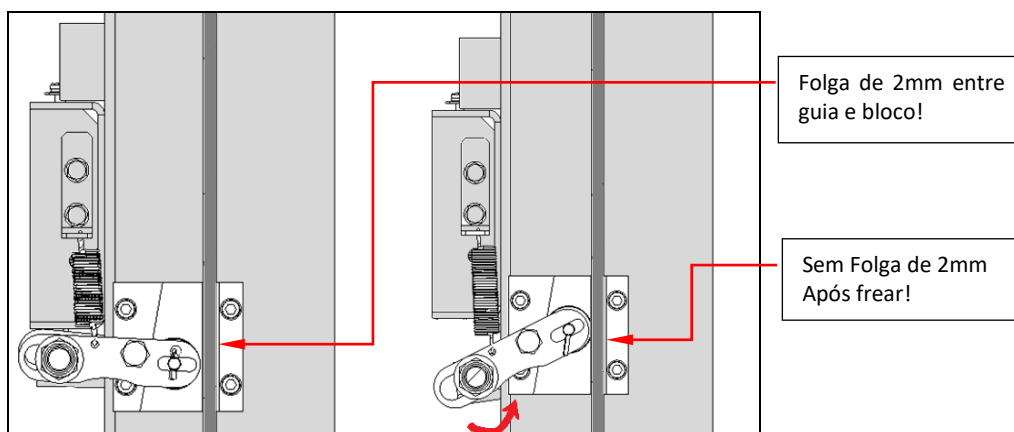

Figura 16: Verificação da movimentação adequada do conjunto freio
- Verificar se a folga entre a face traseira da guia e o bloco está com 2mm (-1 /+ 0mm), conforme figura 16;
- Verificar se a barra de acionamento não está interferindo no movimento da alavanca (manualmente). A haste de acionamento do rolete (assim como o rolete) deve movimentar-se livremente conforme figura 16;